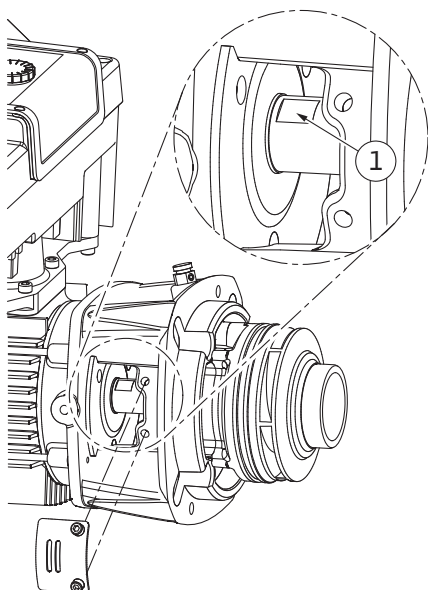

Fig. 110: Nyckelytor på axeln
14. För in en blocknyckel (nyckelvidd 22 mm), i lanternans öppning och håll fast axeln vid nyckelytorna (Fig. 110, pos. 1). Dra ut pumphjulsmuttern (Fig. I, pos. 22). Pumphjulet (Fig. I, pos. 21) dras automatiskt av från axeln.
3. För in en blocknyckel (nyckelvidd 22 mm), i lanternans öppning och håll fast axeln vid nyckelytorna (Fig. 110, pos. 1).
10. För in en blocknyckel (nyckelvidd 32 mm) i lanternans öppning (Fig. IV, pos. 38) och håll fast axeln vid nyckelytorna (Fig. 110, pos. 1). Montera pumphjulet med bricka/brickor och mutter. Dra åt muttern. Undvik att den mekaniska tätningen skadas p.g.a. en förskjutning.
11. Rengör lanternaspåret och sätt dit den nya O-ring (Fig. III, pos. 19).